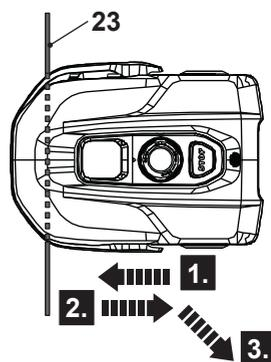

Fig. 20
- > Lorsque le câble périphérique (23) est détecté et que la tondeuse robot doit revenir à la station de charge, elle va suivre le câble périphérique dans le sens anti-horaire pour revenir à la station de charge.
- > Lorsque le câble périphérique (23) est détecté pendant le travail de coupe, la tondeuse robot va s'arrêter, reculer, tourner et commencer à rouler dans une autre direction (Fig. 20).